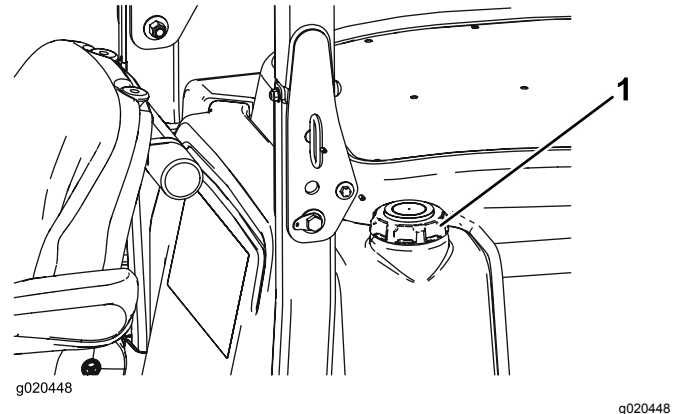

Figura 13
3. Retire el tapón del depósito de combustible (Figura 13).